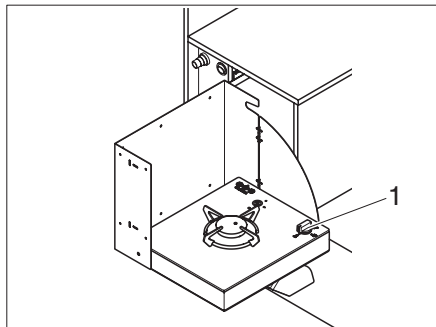

Bild 77 Vridregulator
- ▶ Vredet (Bild 77,1) ställs i tändposition (stora lågor).
- ▶ Tryck in vridregulatorn (Bild 77,1) och håll den intryckt.
- ▶ När flammen brinner, håll vridreglaget (Bild 77,1) nedtryckt i ca 10 till 15 sekunder, tills tändsäkringen håller gastillförseln öppen.
- ▶ Ställ vridregulatorn (Bild 77,1) på 0-läget. Flammen slocknar.